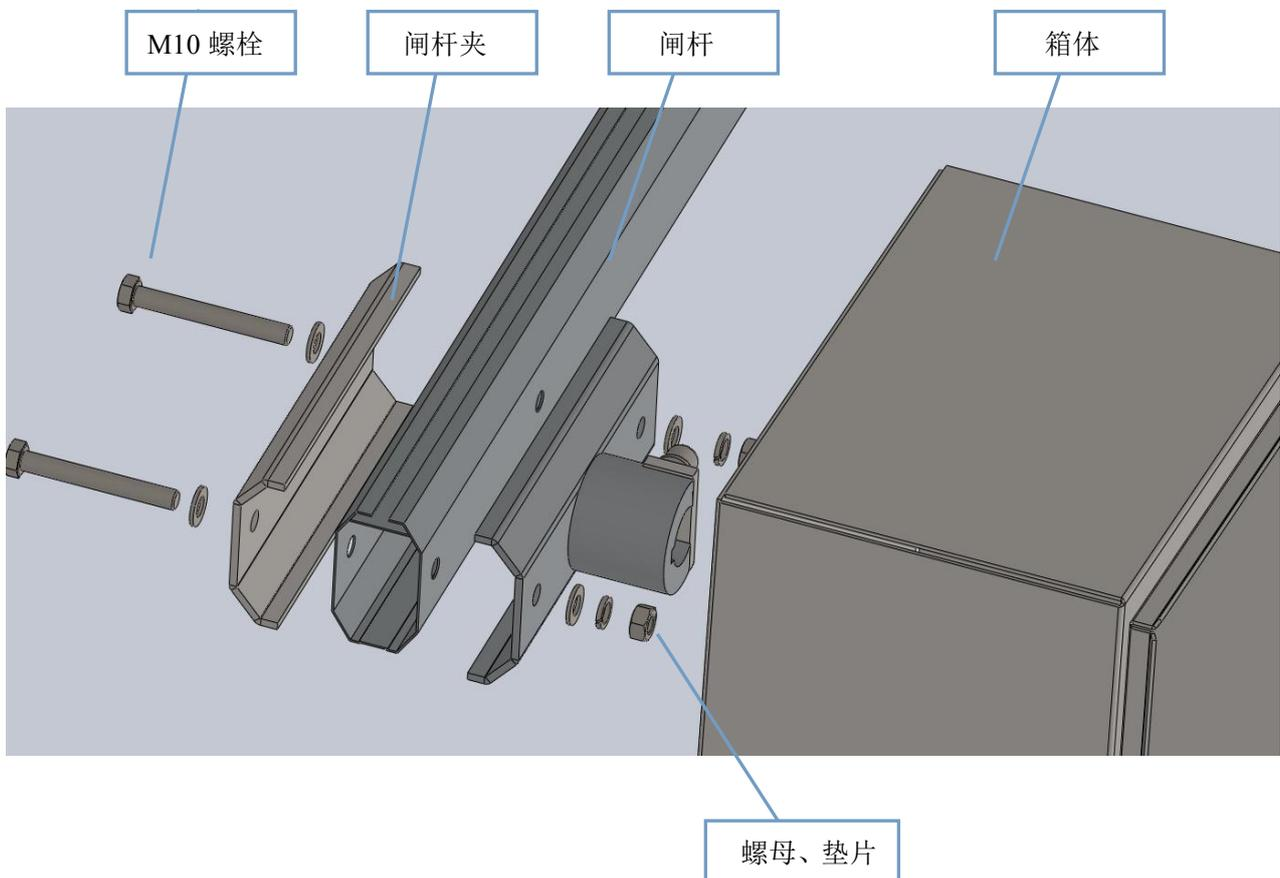

图 13
- 把闸杆夹装到道闸杆上，分别用 M10 螺栓加入弹簧垫圈和平垫圈，穿进闸杆夹和道闸杆的螺孔里，再装到道闸上的闸杆固定夹上. 如有配置 LED 灯条的注意道闸杆安装方向，有 LED 灯条的一边装在上方，并把防水线从道闸杆和闸杆夹中心的通孔里传出，再在螺栓上放入平垫圈，然后用六角螺母上紧（如图 13，14）。